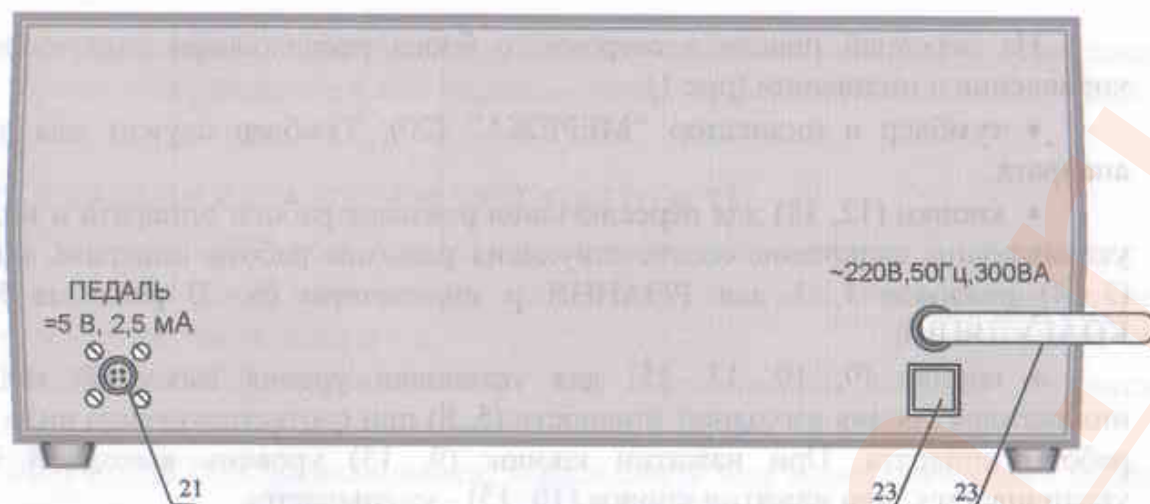

Рис.2 Задняя панель электронного блока
- тумблер и индикатор "МЕРЕЖА" (20). Тумблер служит для включения аппарата;
- разъем "ПАС" (17) - для подключения кабеля с пассивным электродом;
- разъем "АКТ" (14) - для подключения кабеля с держателем активных электродов;
- разъем "БІ" (11) - для подключения электрододержателя биполярного пинцета.
Со стороны задней панели электронного блока (рис.2) выведен кабель (24) питания аппарата для подключения его в сеть 220 В, 50 Гц, а также разъем "ПЕДАЛЬ" (21) - для подключения ножной педали.